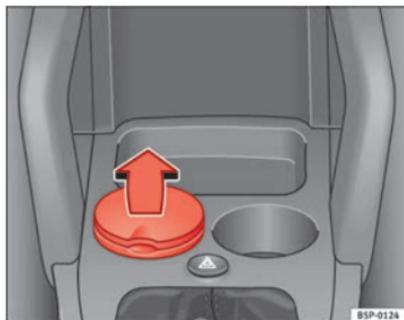

Abb. 115 Aschenbecher im Getränkehalter vorne
- Zum Öffnen des Aschenbechers den Deckel anheben ⇒ Abb. 115.